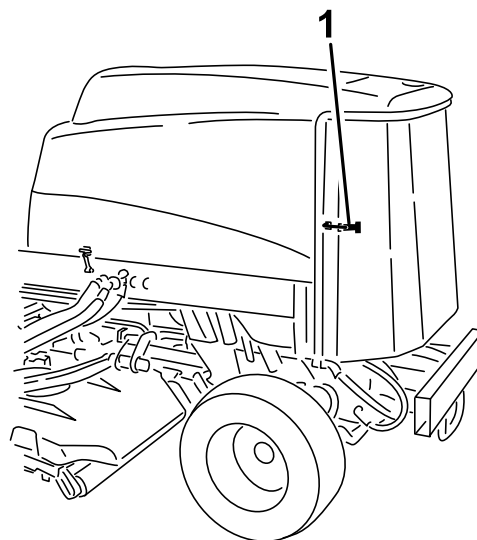

Bild 72
1. Entriegeln und schwenken Sie das hintere Gitter in die geöffnete Stellung (Bild 72).